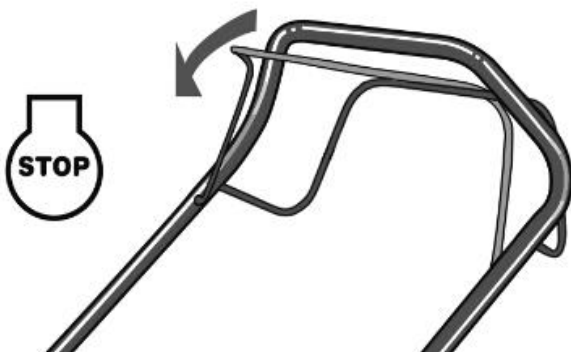

Figure 9
1. Relâchez la poignée de commande du frein pour arrêter le moteur et la lame. (Fig.9)